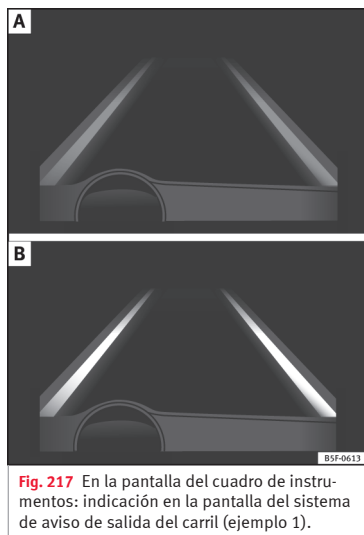

Fig. 217 En la pantalla del cuadro de instrumentos: indicación en la pantalla del sistema de aviso de salida del carril (ejemplo 1).
- El sistema está activado, pero no disponible, bien por no haber alcanzado la velocidad mínima o bien porque no reconoce las líneas de carril » **fig. 217 A.**
- El sistema está activado y disponible, tiene las dos líneas del carril reconocidas. En este momento no está corrigiendo la trayectoria » **fig. 217 B.**